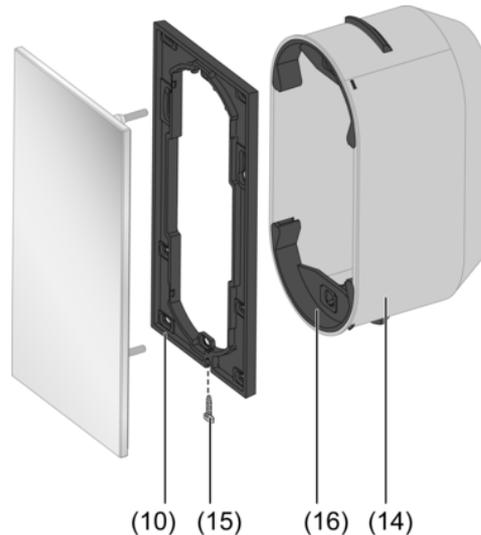

Bild 12
- Klemmfederaufnahmen (16) aus der Einbaudose heraushebeln, um die Schraublöcher der Einbaudose freizulegen.
- Versorgungsspannung an Klemme (5) anschließen.
- KNX Busspannung an Klemme (7) anschließen.
- Externen Temperaturfühler an Klemme (6) anschließen.
- i** Programmier-Taste und -LED sind nur von der Geräte-Rückseite zugänglich. Wenn möglich, die physikalische Adresse vor der endgültigen Montage in das Gerät laden (Bild 12).
- Sicherungsschraube (15) unten am Adapterring anziehen. Kreuzschraubendreher Typ Pozi-Drive, Größe 0 verwenden.